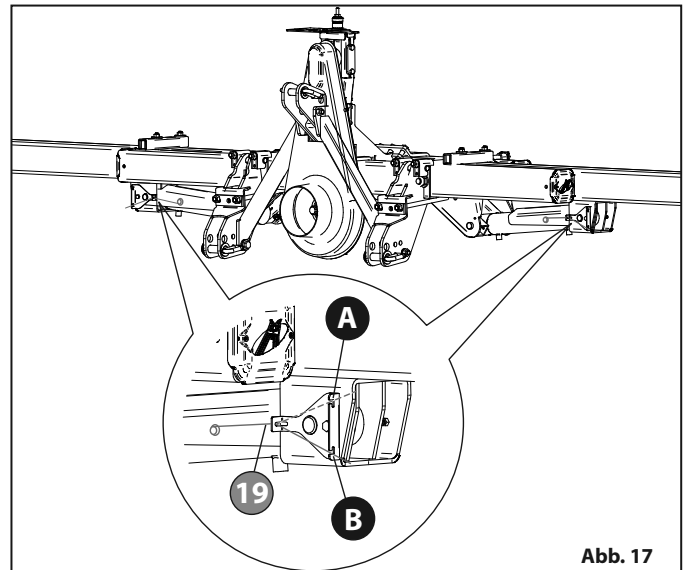

Abb. 17
- Zum Schließen des Rahmens bewegen Sie die Feder **19** von der Position **B** in die Position **A** "Abb. 17".